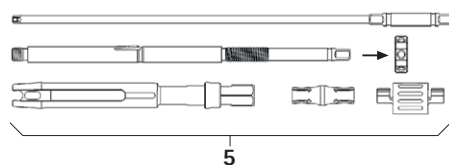

Fig. 3
- Smontaggio della leva di riduzione percutanea 5, vedere Fig. 3. Disassemblare la leva di riduzione completamente e svitare il dado di serraggio.